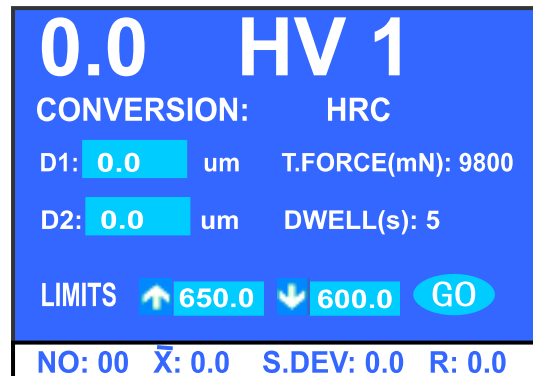

图 5-16 1K 试验力测试主菜单
11. 按下<OK>确认, 系统进入 1K 试验力测试主菜单, 若此时测试标尺数字“1”在闪烁, 再按<OK>确认, 闪烁停止, 见图 5-16。